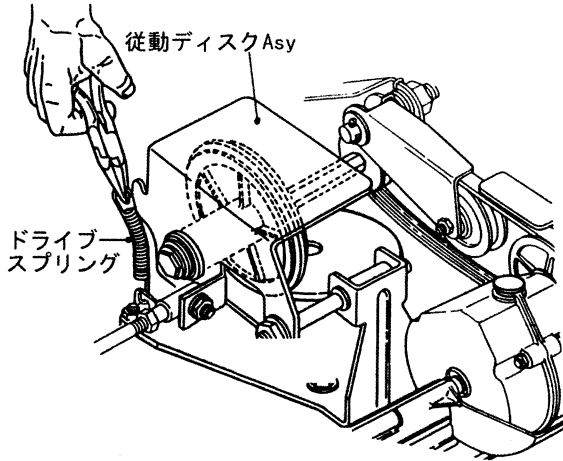

図 3-5
1. 従動ディスク ASSY のドライブスプリングをプライヤーで外します。(図 3-5)
6. 従動ディスク ASSY のドライブスプリングを元のように、従動ディスク ASSY に引っ掛けます。(図 3-5)